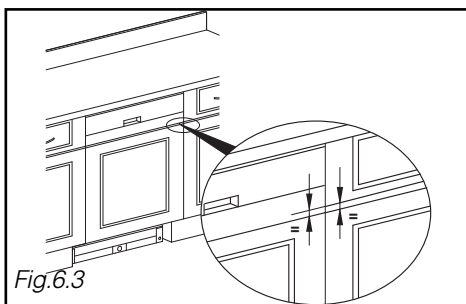

Fig. 6.3
- Medir a distância entre a gaveta e o painel da porta do móvel adjacente (Fig. 6.3).